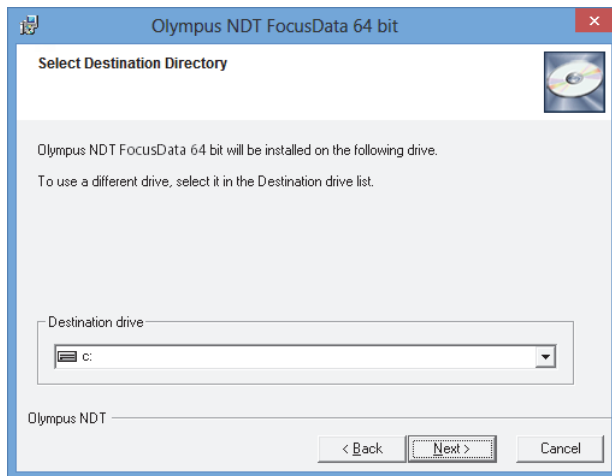

Figure 1-6 Page *Select Destination Directory*
5. Dans la page **Select Destination Directory** (Sélectionner le répertoire de destination), sous **Destination drive** (Répertoire de destination), sélectionnez le répertoire où vous souhaitez installer le logiciel, et puis cliquez sur **Next** (Suivant) [voir la Figure 1-6 à la page 16].